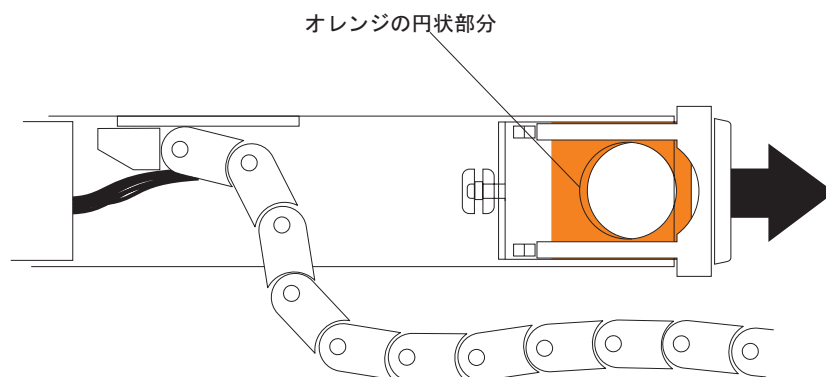

図 64. ドライブ・ドロワーに接続される水平取り付け金具
- b. ドライブ・ドロワーから右のケーブル・チェーンの取り付け金具を切り離します。オレンジ色のハンドル (図 64 を参照) をつかんで、取り付け金具をドライブ・トレイから引き出します。